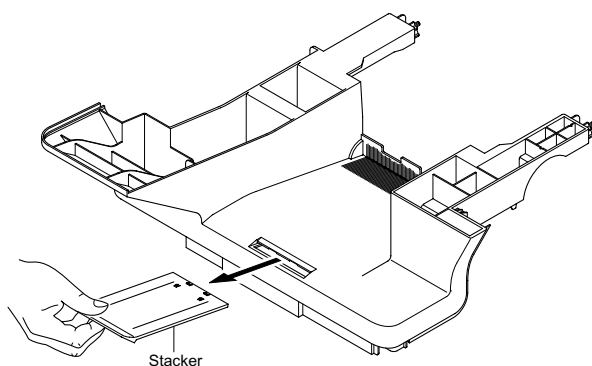

Рисунок 3
4. При необходимости снимите укладчик, рисунок 3.